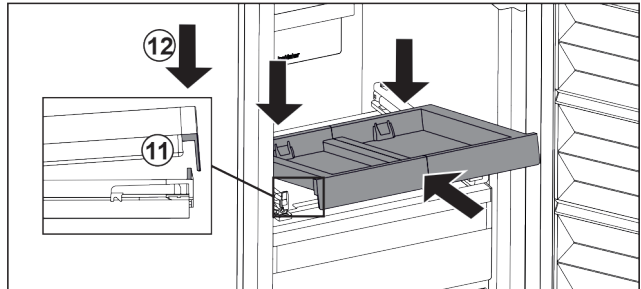

Fig. 127
- ▶ Skyv den skrått inn. Pass på at begge sider av anslaget er bak tappen. Fig. 127 (11)
- ▶ Sett ned uttrekksplaten foran. Fig. 127 (12)